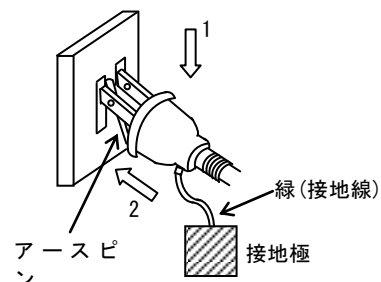

図 3
- (a) ケーブルには、2 極、および 3 極コンセントのいずれにも対応可能なアースピン可倒式プラグを附属しています。交流 100V 単相用コンセントにしっかり差し込んでください。2 極コンセントの場合、図 3 に示すようにアースピンが折れ曲がる様に（矢印 1）してその後しっかりと差込み（矢印 2）ます。アースピンが折れ曲がらない場合は、プラグの変形具合やピン収納溝などを点検してその原因を取除いてください。なお、電源刃には絶対に触れないでください。感電の原因となります。
2 極コンセントの場合は、図 3 に示すように接地線（緑）を必ず接地してください。緑色の線を絶対に電源につながらないでください。